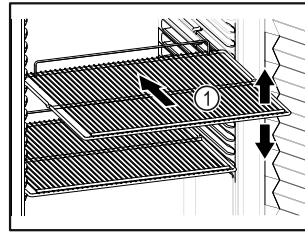

Fig. 18 Exempel
- Om gallren Fig. 18 (1) kan flyttas om ska de anpassas på höjden.